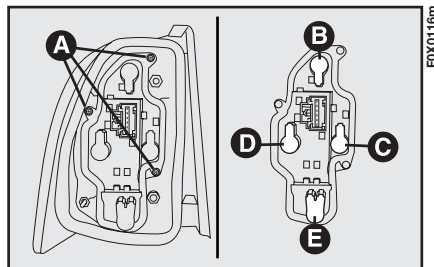

fig. 136
- scollegare il connettore quindi svitare le viti A-fig. 136 per aver accesso alle lampade da sostituire;
Le lampade fig. 136 sono di tipo: